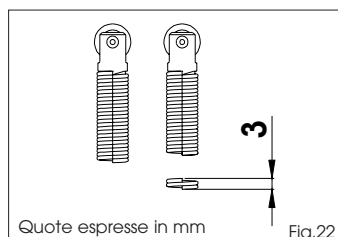

Fig.22
- Accorciare la molla, due spire corrispondono a circa 3 mm, come illustrato in Fig.22